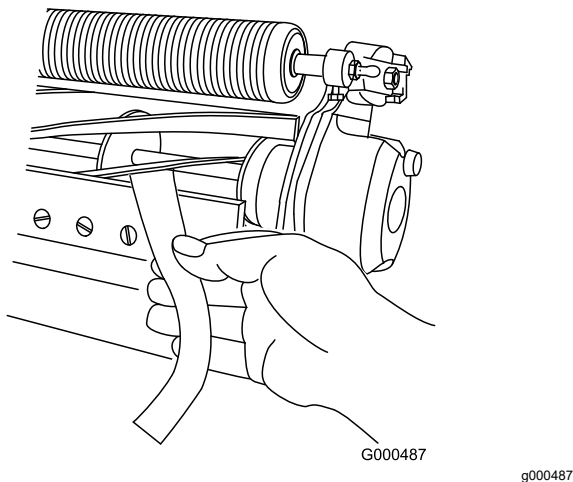

Figura 5
B. Inserite una lunga striscia di carta per la verifica delle prestazioni di taglio tra il cilindro e la controlama, perpendicolarmente alla controlama (Figura 5), quindi **lentamente** ruotate il cilindro in avanti: dovrebbe tagliare la carta; se ciò non avviene, ripetete i passaggi **A** e **B** fino a quando non succede.
11. Inserite una lunga striscia di carta per la verifica delle prestazioni di taglio tra il cilindro e la controlama, perpendicolarmente alla controlama (Figura 5), quindi **lentamente** ruotate il cilindro in avanti: dovrebbe tagliare la carta. Se ciò non avviene, ruotate in senso orario ciascun bullone di regolazione della barra di appoggio di un clic e ripetete questo passaggio fino a quando la carta non viene tagliata.